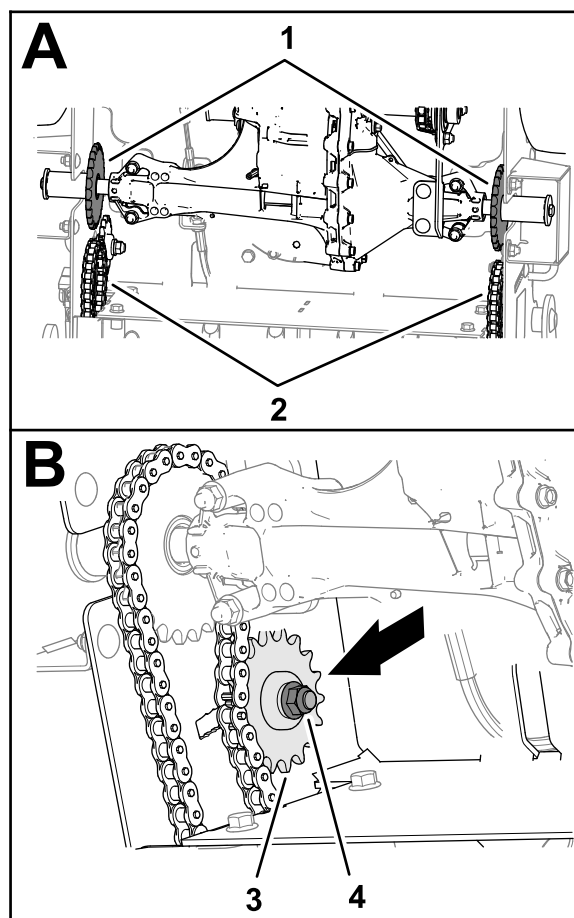

Figure 66
- 3. Placez les chaînes d'entraînement sur les pignons d'entraînement des louchets avant et les pignons de tension (Figure 66), et fixez les chaînes avec les maillons de jonction.